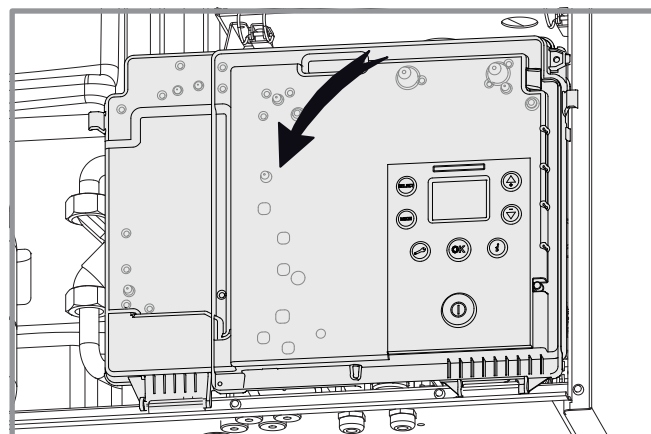

figura 21 - Acceso al cuadro eléctrico
- Baje el cuadro eléctrico (figura 21). En el momento de la abertura, sujete el cuadro.